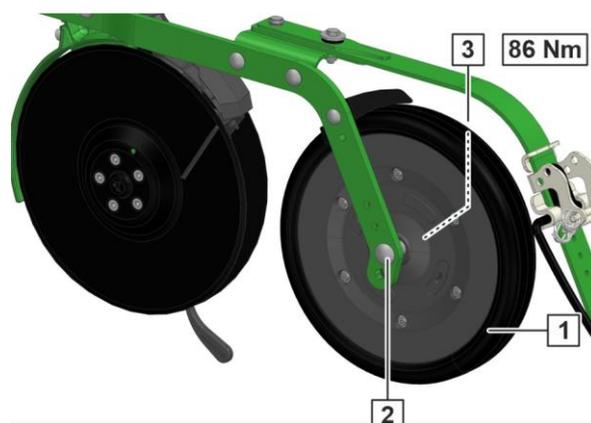

Fig. 272
2. Mutter (Fig. 272/3) demontieren.
3. Schraube (Fig. 272/2) demontieren.
4. Andruckrolle (Fig. 272/1) von Hand in die gewünschte Position umstecken.
6. Schraube (Fig. 272/2) festziehen (86 Nm/63.43 ft-lb).